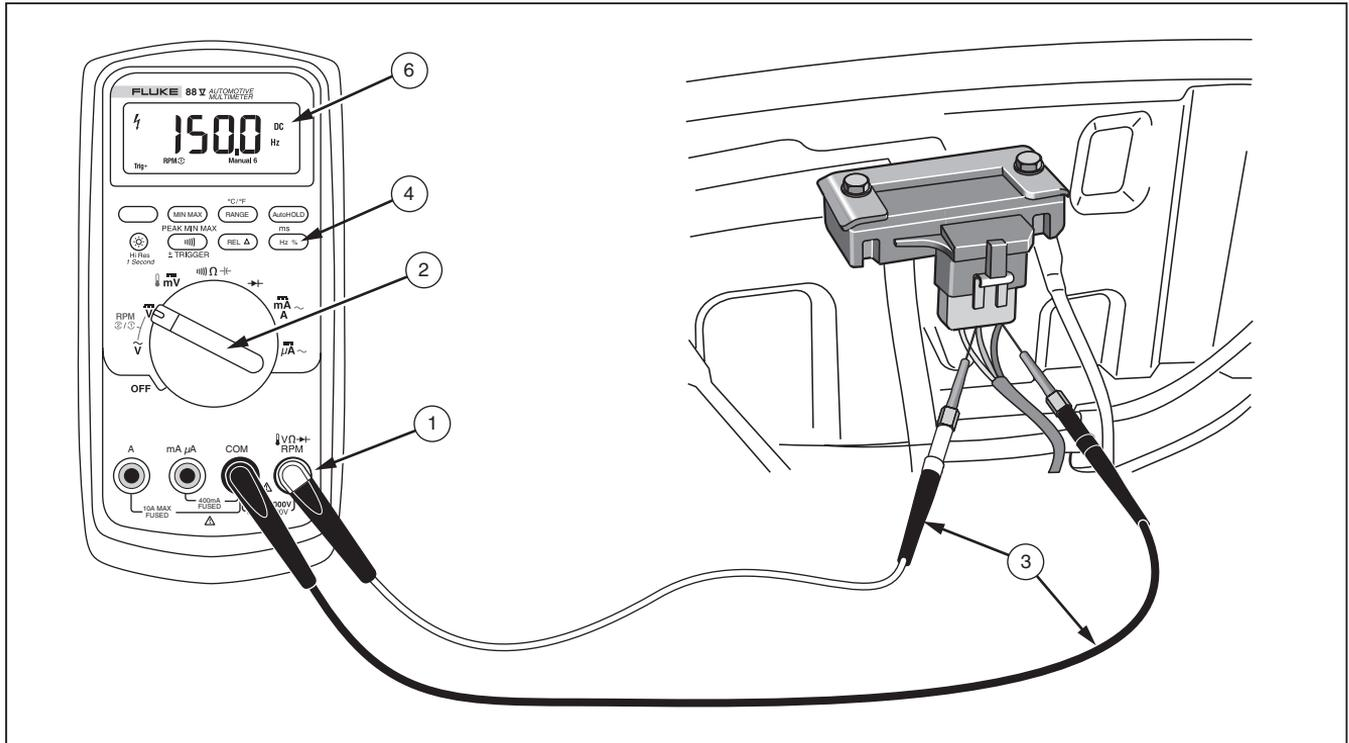

Abbildung 10. Prüfen von MAP- oder BP/MAP-Sensoren mit Frequenzausgang
1. Die Messleitungen gemäß Abbildung 10 in die Eingangsanschlüsse einführen.